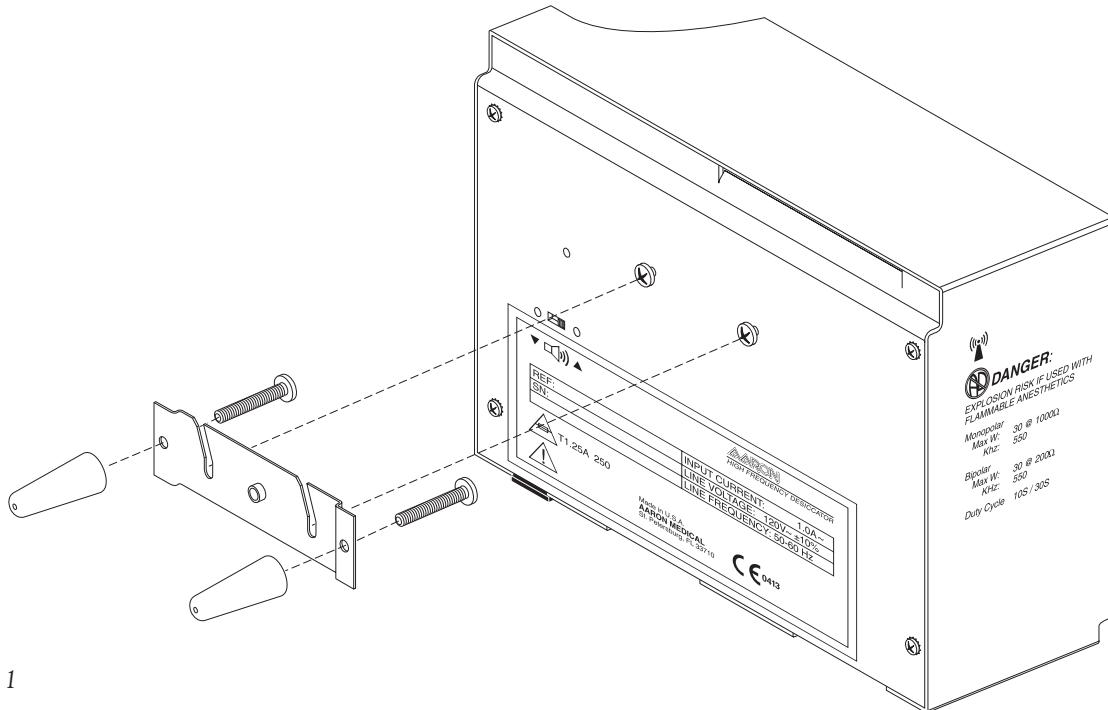

Figure 1
1. Monter le dessicateur à haute fréquence Aaron sur un mur ou sur le support mobile en option à l'aide du nécessaire de montage standard (voir figure 1). Ne pas faire fonctionner l'appareil en position horizontale pour éviter un épanchement de liquides dans l'appareil.